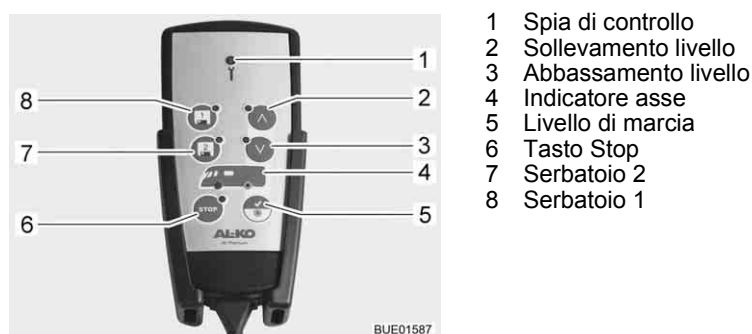

Fig. 17 Telecomando (sospensione pneumatica)
- Avviare l'accensione. La spia di controllo (Fig. 17,1) si accende brevemente. Se il LED per l'asse posteriore (Fig. 17,4) si accende, il veicolo ha raggiunto il livello di marcia.